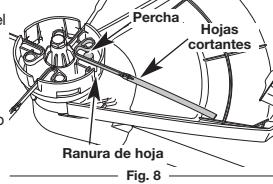

Fig. 8
2. Gire el cabezal de corte y sujeté una sola cuchilla cerca del cabezal de corte y muévala hacia arriba y abajo hasta que la cuchilla se afloje. (Fig. 8)
4. Agarre la cuchilla nueva de manera que el lazo del extremo mire hacia el lado contrario y hacia la derecha. (Fig. 8)
5. Coloque el lazo en la clavija y ajustelo de manera que se acomode a la ranura de la cabeza de corte. (Fig. 8)
7. Repita los pasos 4 a 6 hasta que las 4 cuchillas estén colocadas. (Fig. 8)